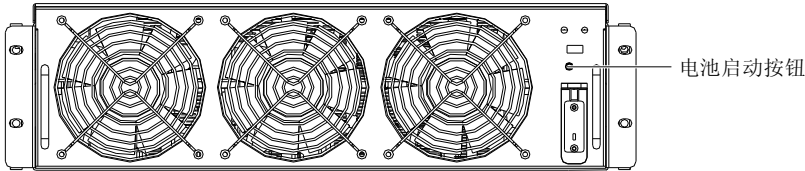

图6-2 电池启动按钮位置
2. 按任一功率模块前面板上的电池启动按钮（见图 6-2）。